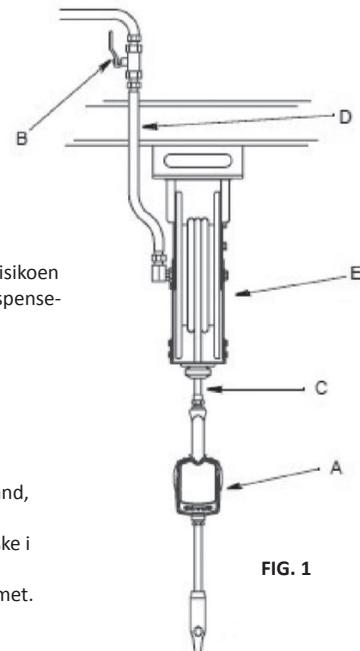

FIG. 1
FIG. 1 viser en typisk installation med slangerulle.
1. Luk for væskens lukkeventil (B, FIG. 1) på hver dispenseringposition.
5. Luk langsomt for lukkeventilen (B, FIG. 1) ved dispenseringpositionen. Gennemskyl med en tilstrækkelig mængde olie for at sikre, at hele systemet er rengjort. Luk for ventilen.
- Åben alle dispenseringspositioners lukkeventiler (B, FIG. 1) og start pumpen op for at trykregulere systemet. Se Drift for den korrekte brug af oliepistolen. For at sikre dispenseringens præcision, tøm da al luft fra væskeledningerne og dispenseren, inden anvendelse.